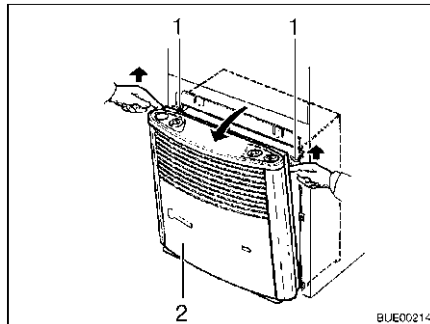

Fig. 111 Rimozione della copertura del riscaldamento
- Rimuovere la copertura del riscaldamento (Fig. 111,2). Tirare verso l'alto, in avanti la copertura, spingere verso l'alto le molle di sostegno (Fig. 111,1) e ribaltare la copertura in avanti.